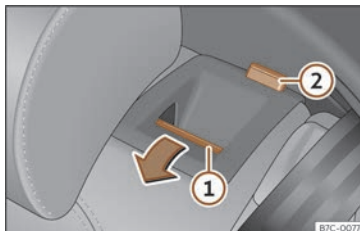

Fig. 112 Asento traseiro: abater o respaldo.
- Prema a tecla de desbloqueo»» **fig. 112** ① cara adiante e, ao mesmo tempo, abata o respaldo. O respaldo traseiro está desbloqueado cando aparece unha marca vermella na tecla ②.
O respaldo traseiro está desbloqueado cando aparece unha marca vermella na tecla »» **fig. 112** ②.